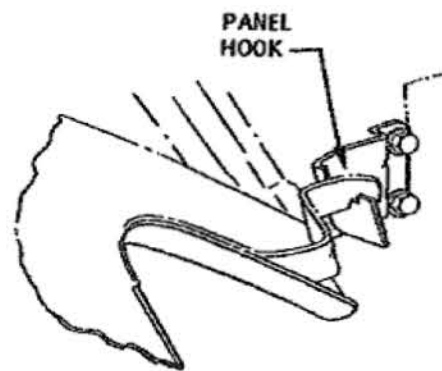

FIGURE 3
2. PLACE PANEL HOOKS OVER BRACKETS. HOOKS SHOULD ENGAGE AS SHOWN IN FIGS. 3 & 4.